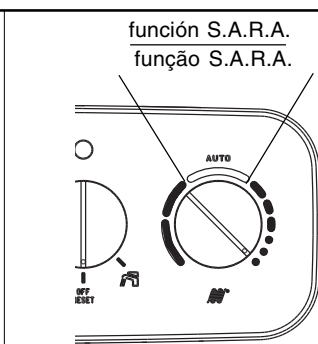

Fig. 4.4
- Centelleante rápido con visualización breve, entrada en la función S.A.R.A. (Sistema Automático Regulación Ambiente). Colocando el selector de temperatura del agua de calefacción en la zona donde está escrito AUTO – valor de temperatura de 55 a 65°C – (fig. 4.4.) se activa el sistema de autorregulación S.A.R.A.: la caldera varía la temperatura de alimentación según la señal de cierre del termostato ambiente. En el caso de conexión con el panel de mandos a distancia, la señalización centelleante rápida, que es índice de la entrada en la función S.A.R.A., está activa en el panel de mando de la caldera pero no en el display del panel mandos a distancia. Una vez alcanzada la temperatura programada con el selector de temperatura del agua de la calefacción, empieza una cuenta de 20 minutos. Si durante este periodo el termostato ambiente sigue requiriendo calor, el valor de la temperatura programada se incrementa automáticamente 5°C. Cuando se ha alcanzado el nuevo valor programado, empieza una cuenta de otros 20 minutos. Si durante este periodo el termostato ambiente sigue requiriendo calor, el valor de la temperatura programada se incrementa automáticamente 5°C. Este nuevo valor de temperatura es el resultado de la temperatura programada manualmente con el selector de temperatura del agua de la calefacción y del incremento de +10°C de la función S.A.R.A. Después del segundo ciclo de incremento, el valor de la temperatura permanecerá invariable hasta el final de la petición de calor que interrumpe el ciclo. Ante otra petición de calor, la caldera funcionará con el valor de temperatura programado con el selector de temperatura del agua de la calefacción.
- Lampejante veloz com visualização breve, ingresso na função S.A.R.A. (Sistema Automático de Regulação Ambiente). Posicionando o seleccionador de temperatura da água de aquecimento na zona marcada pela inscrição AUTO- valor de temperatura de 55 a 65°C – (fig. 4.4), activa-se o sistema de regulação automática S.A.R.A.: a caldeira varia a temperatura de distribuição conforme o sinal de fechamento do termostato ambiente. No caso de ligação ao painel dos comandos à distância, a sinalização lampejante veloz, indicante do ingresso na função S.A.R.A., é activa no painel de comando da caldeira mas não no display do painel dos comandos à distância. Ao atingir a temperatura estabelecida com o seleccionador de temperatura da água do aquecimento, começa uma contagem de 20 minutos. Se durante este período o termostato ambiente continua a procurar calor, o valor da temperatura estabelecida incrementa-se automaticamente de outros 5°C. Ao atingir o novo valor estabelecido começa uma contagem de outros 20 minutos. Se durante este período o termostato ambiente continua a procurar calor, o valor da temperatura estabelecida incrementa-se automaticamente de 5°C. Este novo valor de temperatura é o resultado da temperatura estabelecida manualmente com o seleccionador de temperatura da água de aquecimento e o incremento de + 10°C da função S.A.R.A. Depois do segundo ciclo de incremento, o valor de temperatura ficará invariado até a conclusão da procura de calor que interrompe o seu ciclo. A seguir uma sucessiva procura de calor, a caldeira funcionará com o valor de temperatura estabelecido com o seleccionador de temperatura da água de aquecimento.